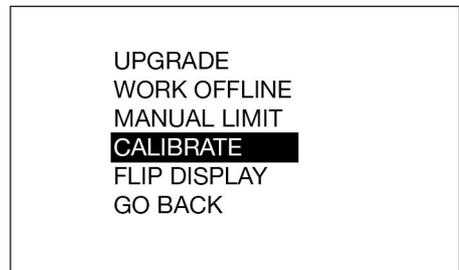
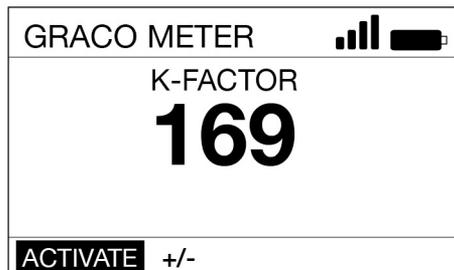

FIG. 20
Fig. 21
4. Selecione a opção CALIBRATE (CALIBRAR) (FIG. 20) para exibir a tela Fator K de calibração mostrada na FIG. 21.
5. Selecione **ACTIVATE** (ATIVAR) e pressione o botão **ENTER** para dar início à calibragem da válvula de distribuição (Fig. 21).
6. Distribua exatamente um (1) quarto ou um (1) litro do fluido em um balão volumétrico calibrado e limpo.